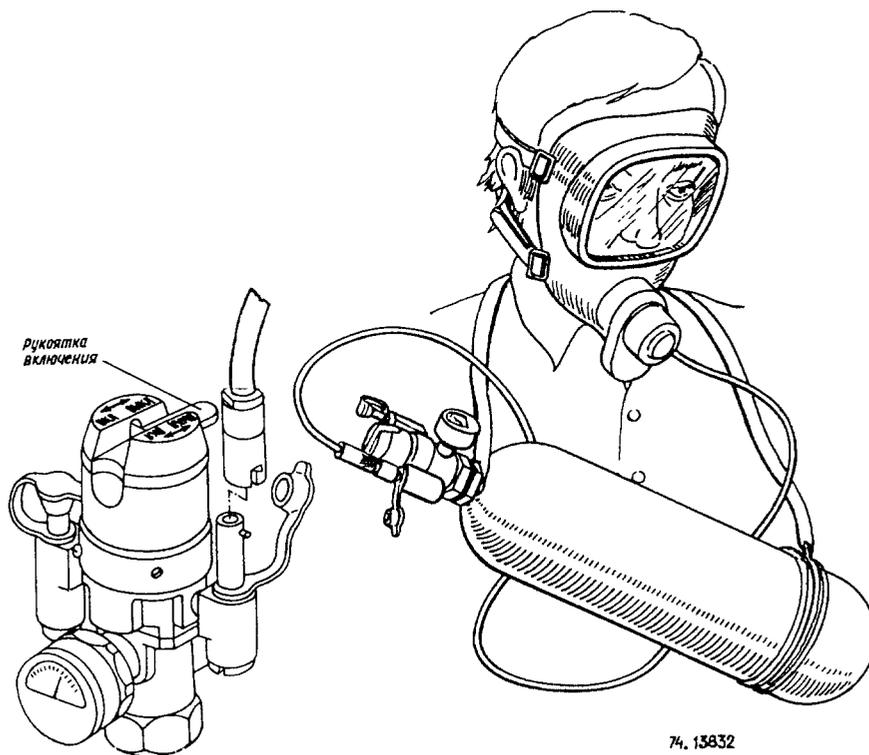

РИС. 5. ПЕРЕНОСНОЙ КИСЛОРОДНЫЙ ПРИБОР БКП-2-2-210
4. При необходимости питания кислородом от переносного блока БКП-2-2-210 с использованием кислородной маски ДКМ-I (рис. 5):